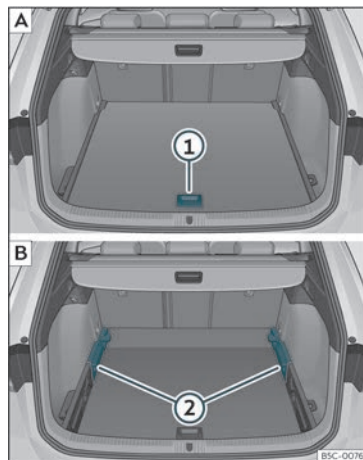

Fig. 122 Piano variabile del bagagliaio: [A] posizione elevata; [B] posizione bassa.
• Per passare dalla posizione bassa a quella elevata, sollevare il piano mediante la maniglia >>> fig. 122 (1), e tirarlo all'indietro finché la parte anteriore del piano non sarà completamente fuoriuscita rispetto ai supporti >>> fig. 122 (2).
• Far scorrere il piano in avanti attraverso i supporti fino a farlo entrare in contatto con lo schienale dei sedili posteriori, e, successivamente, abbassare il piano con la maniglia (1).
• Per passare dalla posizione elevata a quella bassa, sollevare il piano mediante la maniglia >>> fig. 122 (1), e tirarlo all'indietro finché la parte anteriore del piano non sarà completamente fuoriuscita rispetto ai supporti >>> fig. 122 (2).
- Far combaciare la parte anteriore con il piano e spingere il piano in avanti fino a farlo entrare in contatto con lo schienale dei sedili posteriori, abbassando allo stesso tempo il piano con la maniglia ①.
- Con il piano variabile in posizione elevata, sollevarlo con la maniglia »» fig. 122 ①, tirarlo e spingere verso lo schienale dei sedili posteriori finché il piano non si piega sulla linea della cerniera e la parte mobile del piano non si appoggia sullo stesso.